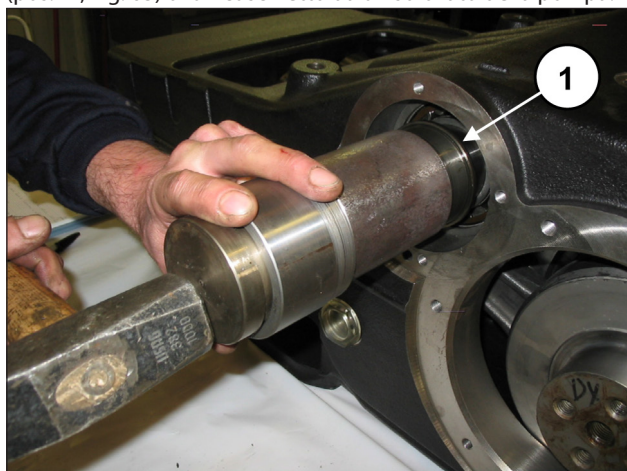
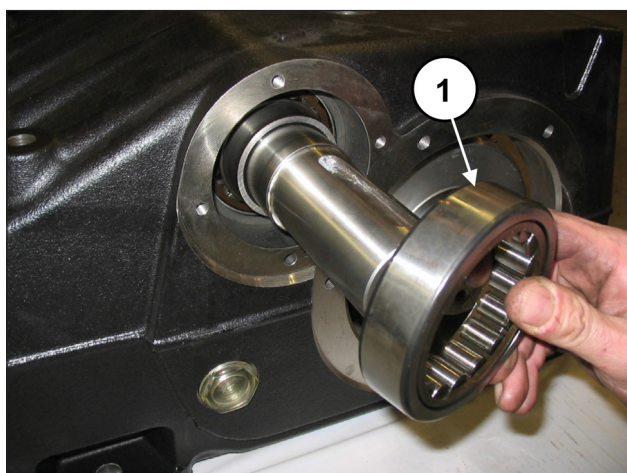

Fig. 62
Fig. 63
Inserire l'anello interno (pos. ①, Fig. 62) e l'anello esterno (pos. ①, Fig. 63) di un cuscinetto da un solo lato della pompa.
Inserire l'anello interno (pos. ①, Fig. 62) e l'anello esterno (pos. ①, Fig. 63) dell'ultimo cuscinetto.